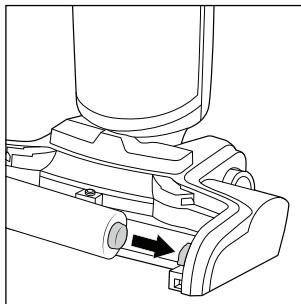

Afb. 37
- ◆ Laat de borstelrol **6** en de sproeikap **7** volledig drogen voordat u ze weer op het apparaat bevestigt (zie afb. 37).